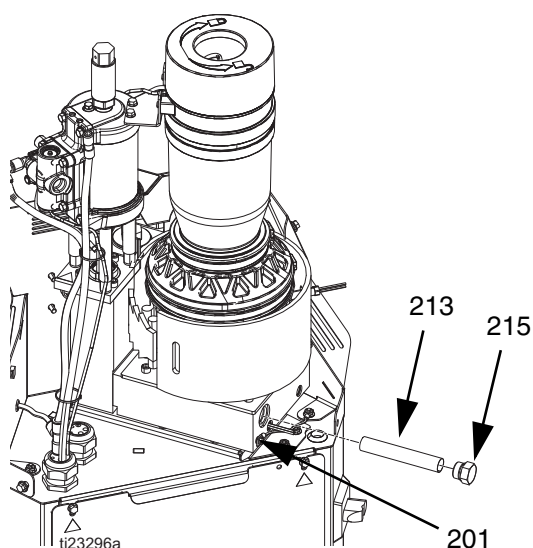

FIG. 26
NOTA: Para asegurar que el adhesivo sea un gel, no un líquido, no retire la tapa del filtro de entrada (215) cuando la temperatura es superior a la temperatura deseada. Si la temperatura es demasiado baja, la viscosidad del adhesivo puede ser demasiado alta para retirar el filtro de entrada (213). Vea FIG. 26, página 47.